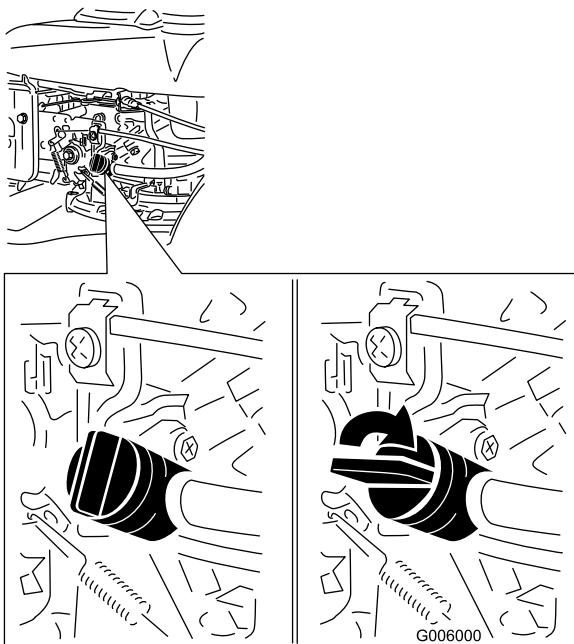

Figura 23
- Gire la palanca de la válvula de combustible a la posición Abierto (Figura 23).